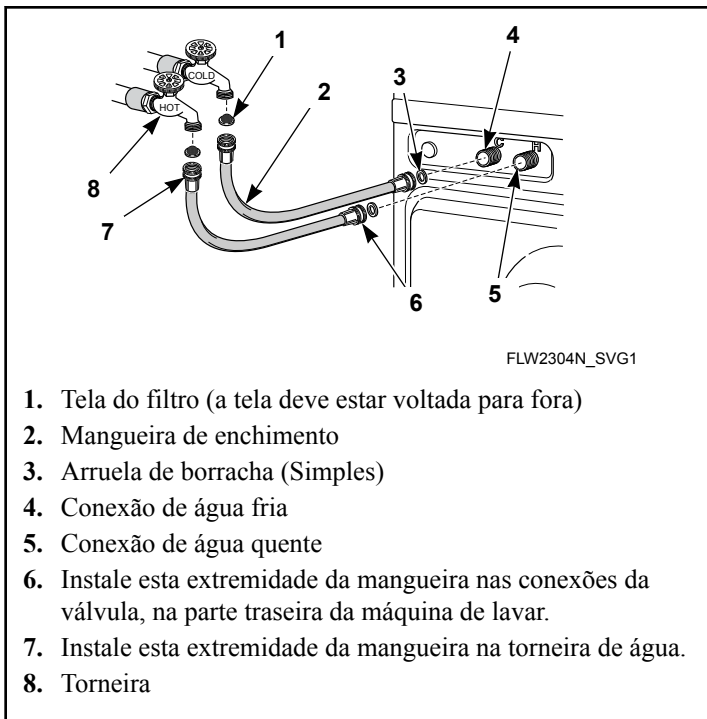

Figura 7
2. Instale-as em cada extremidade das mangueiras de enchimento conforme mostrado na *Figura 7*. A tela deve estar voltada para fora.
5. Rosqueie os acoplamentos de mangueira da outra extremidade das mangueiras na válvula misturadora de água até estarem apertados. Certifique-se de que a mangueira codificada com a cor vermelha da torneira de água quente vá para a válvula misturadora de água marcada com “H” e a mangueira codificada com a cor azul da torneira de água fria vá para a válvula marcada com “C”. Consulte a *Figura 7*.